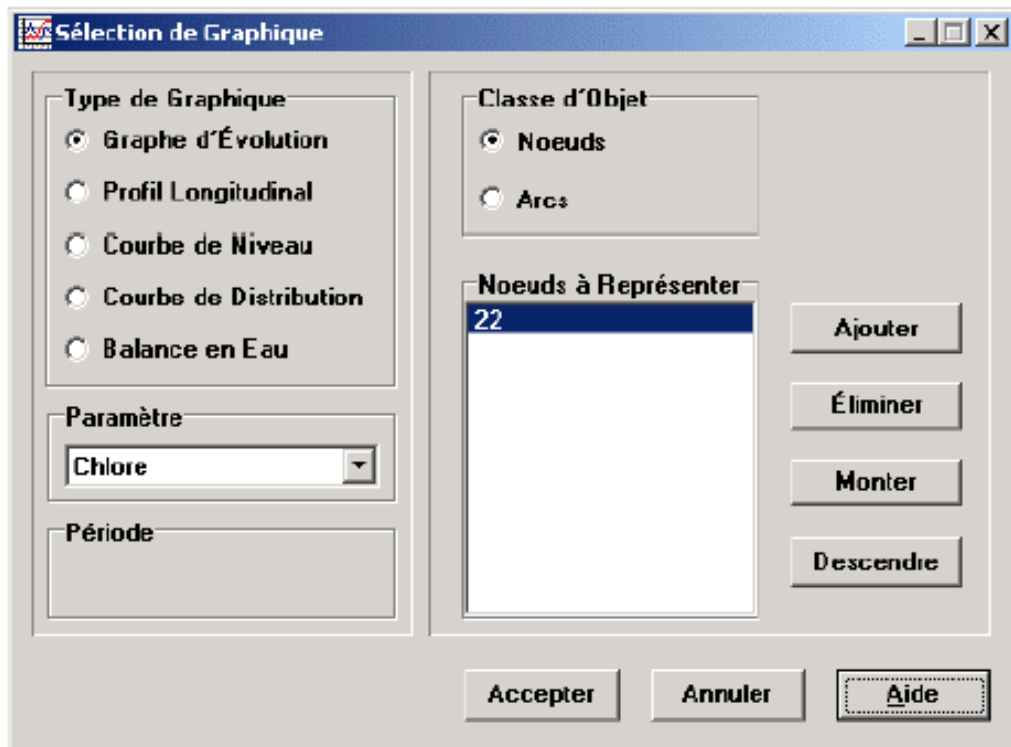

Figure V.3 Boîte de Dialogue Sélection du Graphique
3. Cliquez sur **Accepter** pour créer le graphique. La boîte de dialogue de Sélection du Graphique, représentée dans la Figure V.3, s'utilise pour sélectionner le type de graphique et son contenu.